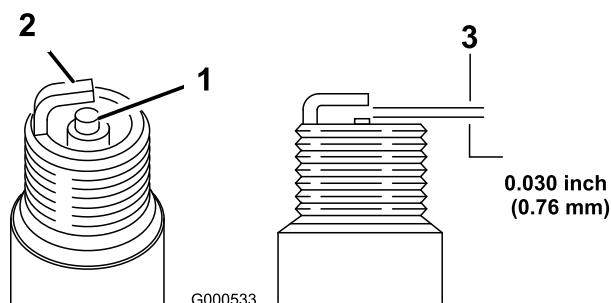

Figure 30
1. Examinez le centre de la bougie (Figure 30). Si le bec de l'isolateur est recouvert d'un léger dépôt gris
2. Contrôlez l'écartement entre l'électrode centrale et l'électrode latérale (Figure 30). Courbez l'électrode latérale (Figure 30) si l'écartement est incorrect.